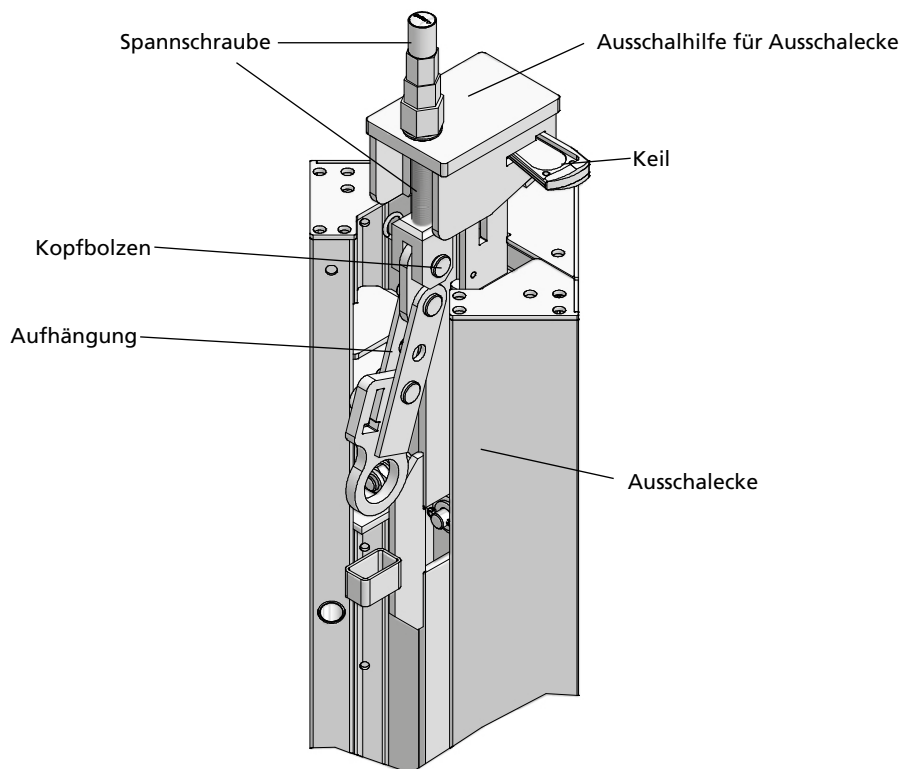

Abb. 34.2
1. Die Ausschalhilfe für Ausschalecke wird auf das Kopplungsstück an der Oberseite der Ausschalecke aufgesetzt. Die Aufhängung der Ausschalecke muss hierbei nach unten geneigt sein (Abb. 34.2).
2. Die Befestigung an der Ausschalecke erfolgt mit dem an der Spannschraube der Ausschalhilfe für Ausschalecke integrierten Kopfbolzen 16/40 und Federstecker 4 (Abb. 34.2).
3. Zur Fixierung der Ausschalhilfe für Ausschalecke wird der an der Ausschalecke befestigte Keil in die Öffnung im Seitenteil der Ausschalhilfe für Ausschalecke geschlagen (Abb. 34.2).